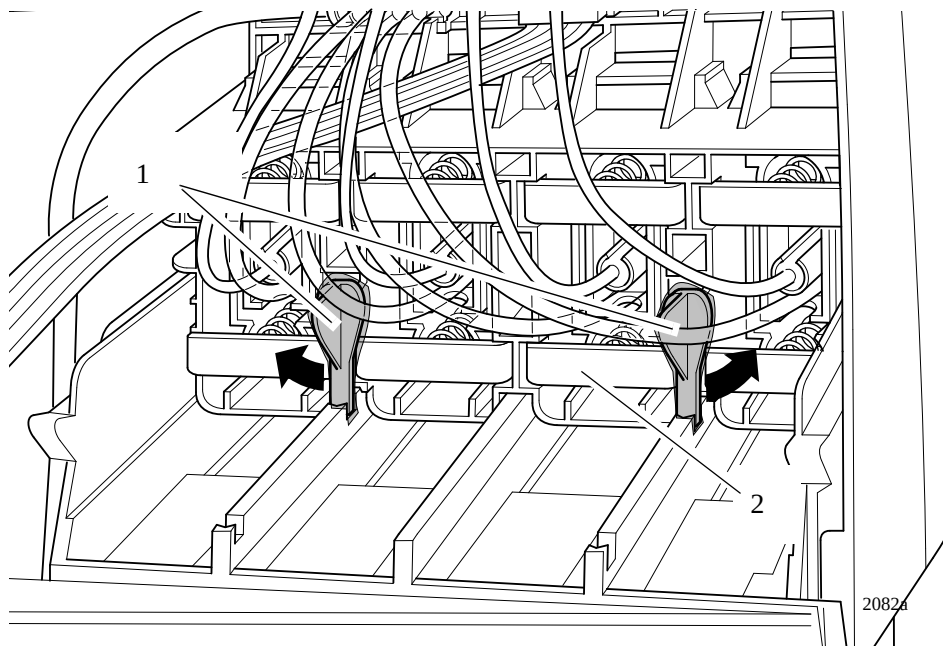

Figura 58: Travas
9. Gire as duas travas (item 1) na parte traseira do conector dos tubos dos cartuchos de tinta (item 2) para fora. Isto irá soltar o conjunto completo (consulte a Figura 58).